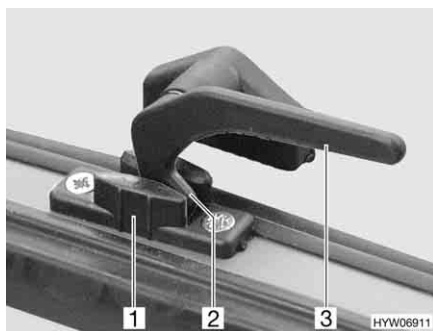

Fig. 72 Levier de verrouillage en position "Aération permanente"
- En position "Aération permanente" (Fig. 72)
- Tourner le levier de verrouillage (Fig. 72,3) d'un quart de tour vers le centre de la fenêtre.
- Remettre le levier de verrouillage en position initiale. Le tenon de verrouillage (Fig. 72,2) doit pénétrer alors dans le logement prévu à cet effet dans le verrouillage de fenêtre (Fig. 72,1).